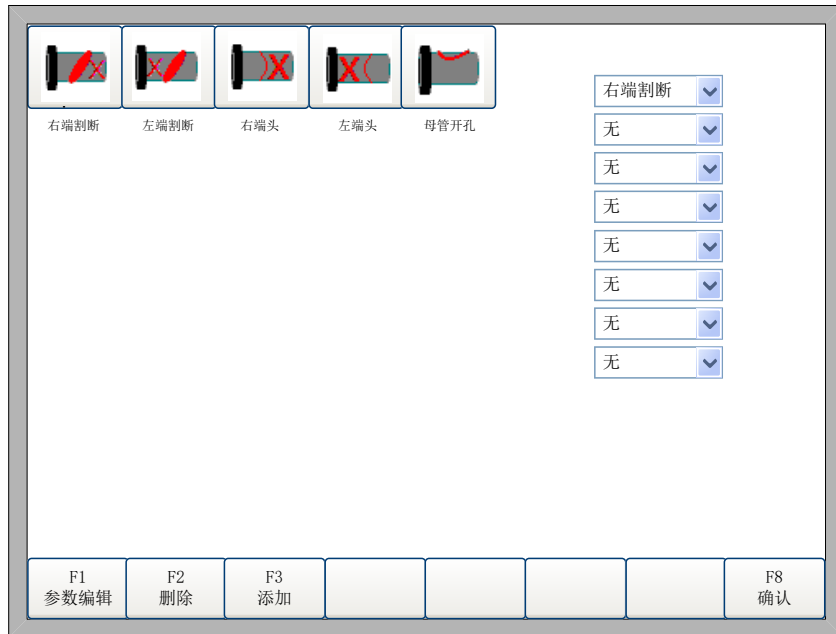

图 6.3 图库界面
主界面下，按【F1】进入圆管图库界面，如图 6.3 所示。
在图 6.3 图形库界面下，通过【↑】、【↓】选定要设置参数的端头，然后按下【F1】，则弹出相应的参数编辑界面。
- 管直径 1：所切割管子的外直径，示意图上的 1，该参数只能在图 6.3 中第一个下拉框所选的端头类型中设置。单位：mm
- 管壁厚 2：所切割管子的壁厚，示意图上的 2，该参数只能在图 6.3 中的第一个下拉框所选的端头类型中设置。单位：mm
- 支管直径 1：所切割管子的外直径，示意图上的 1，该参数只能在图 6.3 中第一个下拉框所选的端头类型中设置。单位：mm
- 支管壁厚 2：所切割管子的壁厚，示意图上的 2，该参数只能在图 6.3 中的第一个下拉框所选的端头类型中设置。单位：mm
- 母管直径 3：所切割管子的外直径，示意图上的 3，该参数只能在图 6.3 中第一个下拉框所选的端头类型中设置。单位：mm
- 母管壁厚 6：所切割管子的壁厚，示意图上的 6，该参数只能在图 6.3 中的第一个下拉框所选的端头类型中设置。单位：mm